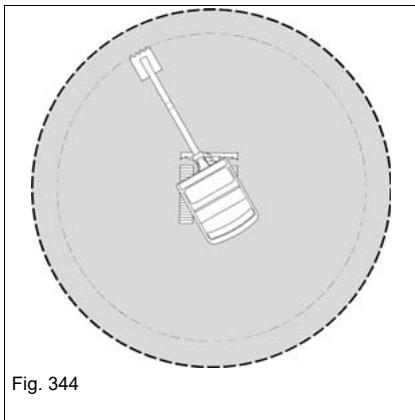

Fig. 344
- ▶ O sistema de braço deve estar direito em relação à cabine - ver Fig. 344.